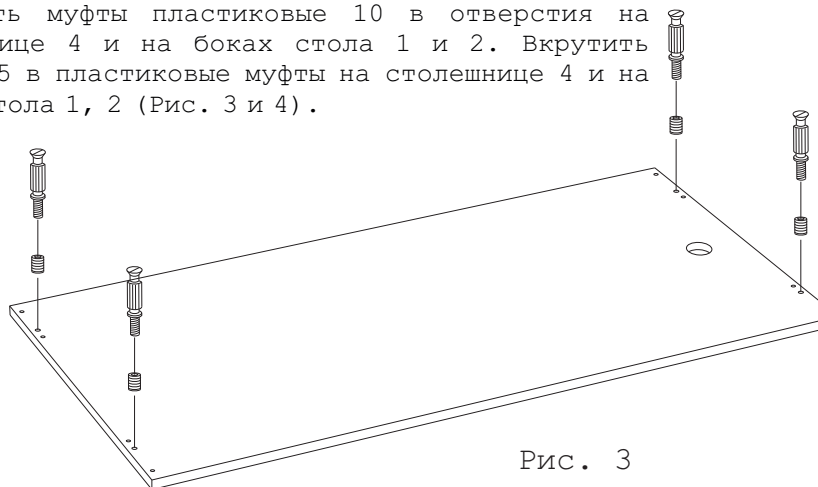

Рис. 3
3. Вбить муфты пластиковые 10 в отверстия на столешнице 4 и на боках стола 1 и 2. Вкрутить дюбели 5 в пластиковые муфты на столешнице 4 и на боках стола 1, 2 (Рис. 3 и 4).